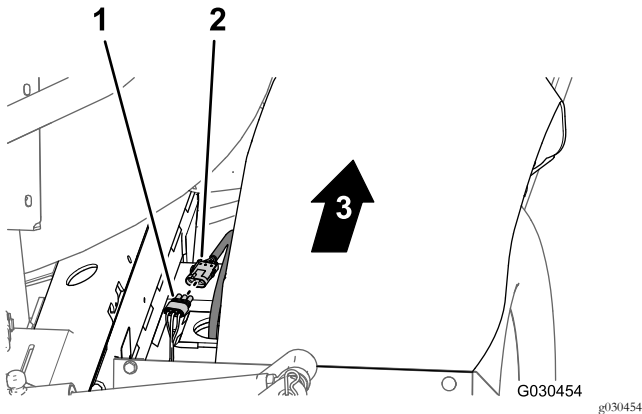

Рисунок 21
1. В задней части машины (между правой трубой рамы и правым крылом) разъедините 3-штыревой соединитель жгута проводов датчика скорости на правом гидроприводе и 3-гнездовой соединитель заднего жгута проводов (Рисунок 21).